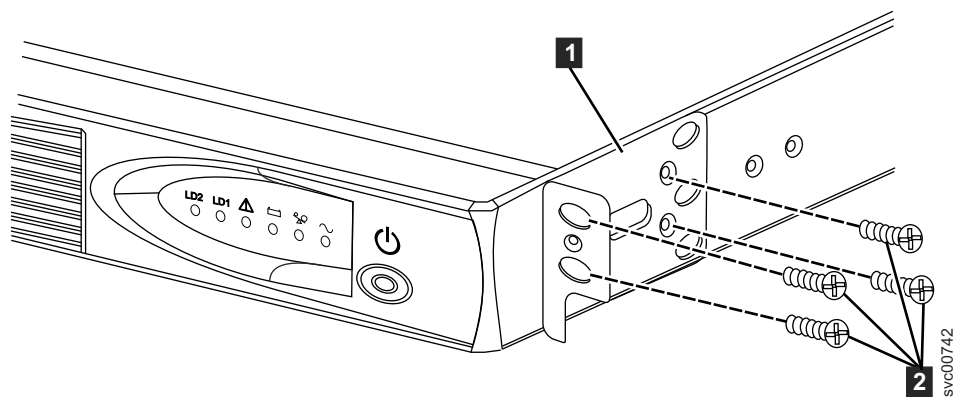

図 8. 2145 UPS-1U 用の 2145 UPS-1U 取り付け金具の取り付け
3. 取り付けブラケットごとに 4 つの M3 × 6 ねじ **2** を使用して、取り付けブラケット **1** の長い側を 2145 UPS-1U の各側面に取り付けます (図 8 を参照)。